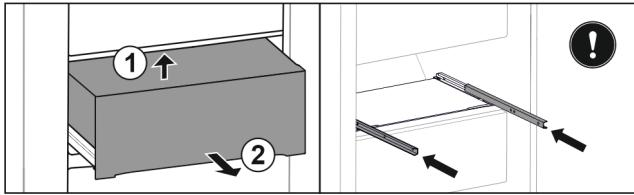

Fig. 124
► Приподнимите выдвижной ящик сзади снизу. Fig. 124 (1)
► Извлеките выдвижной ящик движением вперед. Fig. 124 (2)